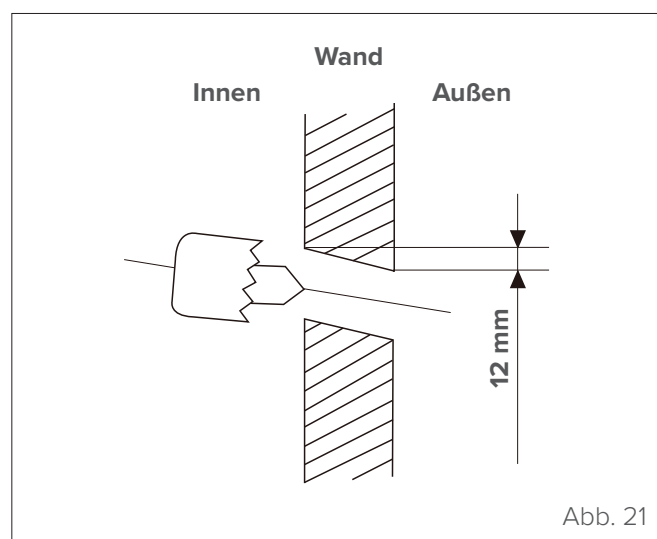

Abb. 21
- 1 Die Position des Lochs in der Wand muss auf Grundlage der Position der Außeneinheit festgelegt werden. Die Wanddurchführung sollte einen Mindestdurchmesser von 65 mm aufweisen und leicht schräg nach unten verlaufen, um die Entwässerung zu fördern (siehe "Abb. 21").